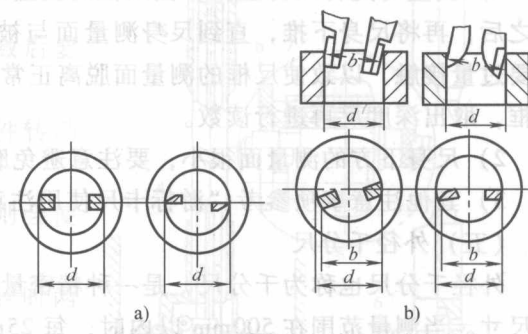

图 1-27 测量内尺寸
4) 测量内径尺寸时,量爪应张开到略小于被测尺寸,使量爪自由进入孔内,再慢慢张开并轻轻地接触零件的内表面。量爪应在孔的直径上,不能偏歪,如图 1-27 所示。